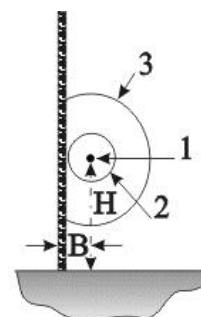

Рис. 4.5
4.6 При приближении оси ЗО к отражающим поверхностям (к стенам, заграждениям или др. сооружениям), ЗО расширяется и отсекается их поверхностями. Заграждение из металлической сетки (ССЦП и т. п.) хоть и является радиопрозрачным, однако, при приближении оси ЗО к поверхности данного заграждения, ЗО также расширяется. При удалении ЗО от отражающих поверхностей, ЗО сужается и может достигать размеров условного цилиндра диаметром равным 0,3 м (основная ЗО). На рис. 4.5 представлены ориентиро-